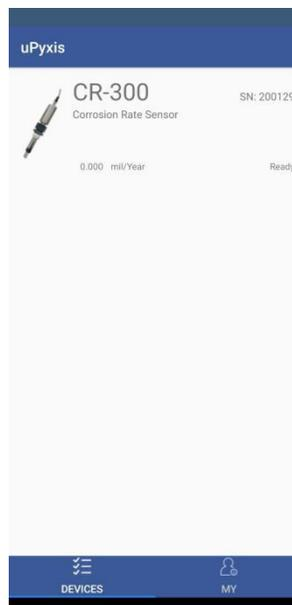

图 20.
按**ON/OFF**按钮打开探头和蓝牙(图 20)。左边的**绿色**指示灯和右边的**蓝色**指示灯会亮大约两秒钟。初次启动后，左侧绿色指示灯以每5秒闪烁一次的频率连续闪烁，表示传感器处于测量模式。
3. 如果连接成功，将显示CR系列传感器及其序列号（SN）（图 20）。